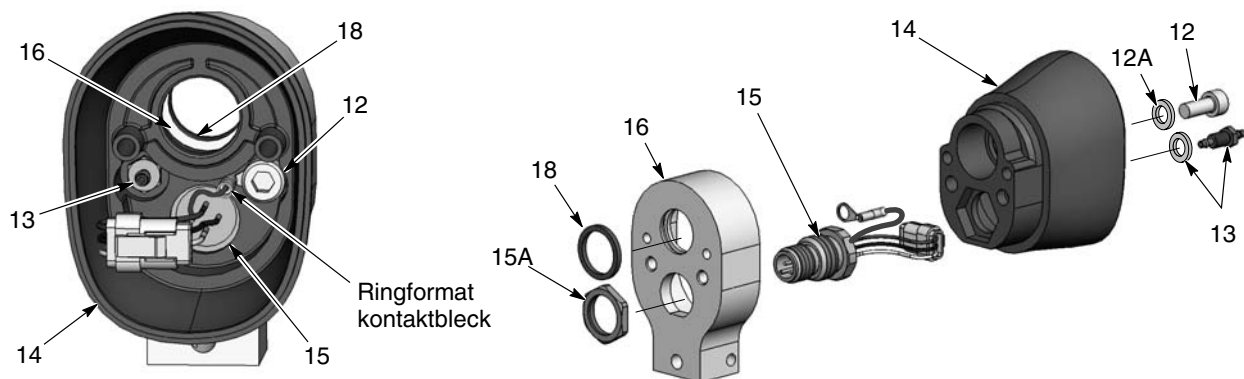

Bild 7-14 Demontering av stångmonterad pistol 3 av 3
8. Se bild 7-14. För att dela den bakre delen av pistolkroppen, ta av skruven (12), låsbrickan (12A) samt den hullingförsedda kopplingen och låsbrickan (13) från insidan av den bakre delen av pistolkroppen (14). En 3 mm insexnyckel and 1/4-tums djup hylsnyckel krävs.
9. Tag av muttern (15A) från kontaktdelen (15), drag av adaptern från den bakre delen av pistolkroppen, och drag kontaktdelen genom kroppen.
10. Inspektera packningen med kvadratisk tvärsnitt (18) i adaptern (16) och byt ut den om den är skadad.